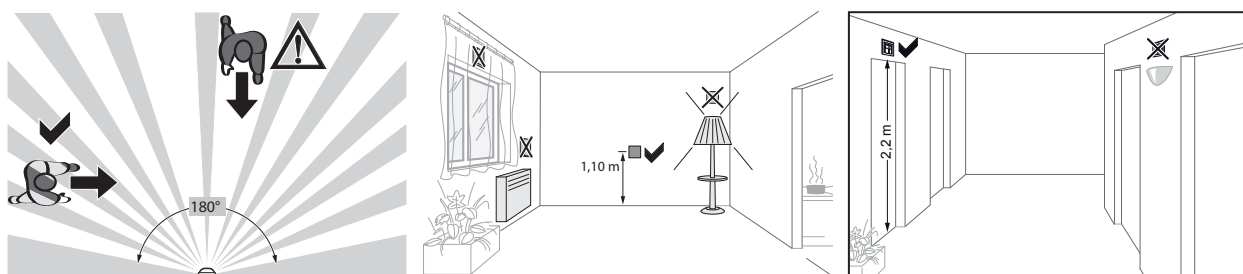

Bild 4: Montageort von Bewegungsmeldern
- i** Bewegungsrichtung beachten: Unterschieden wird zwischen „darauf zugehen“ und „quer gehen“. Bewegungen quer zum Bewegungsmelder können besser erfasst werden als Bewegungen auf den Bewegungsmelder zu (Bild 4).
- Störquellen im Erfassungsbereich vermeiden. Störquellen, z. B. Heizkörper, Lüftungs-, Klimaanlage und abkühlende Leuchtmittel können zu ungewollten Schaltungen führen (Bild 4).